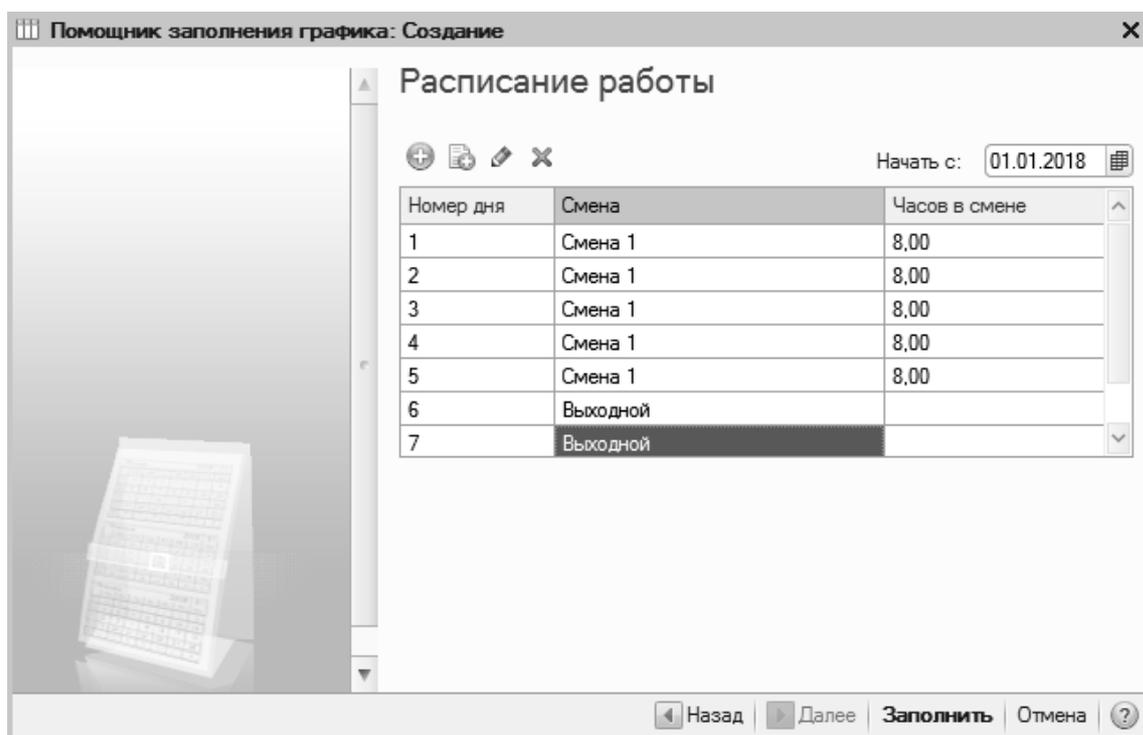

Рис. 7.19. Окно помощника заполнения графика
- заполните табличную часть согласно данным рис. 7.19;